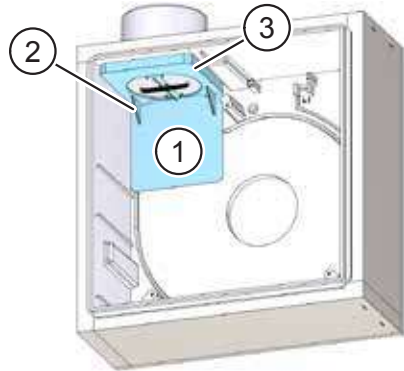

Abb. 20: Rückschlagklappe ausbauen – Ausblasrichtung seitlich
- ▶ Ziehen Sie die eingerastete Verschlussplatte (Pos. 1 in Abb. 20) an den Halteecken (Pos. 2 in Abb. 20) nach vorne heraus.
- ▶ Schwenken Sie die eingerastete Rückschlagklappe an der Gehäuserückwand nach unten (Pos. 3 in Abb. 20) und ziehen sie diese heraus.